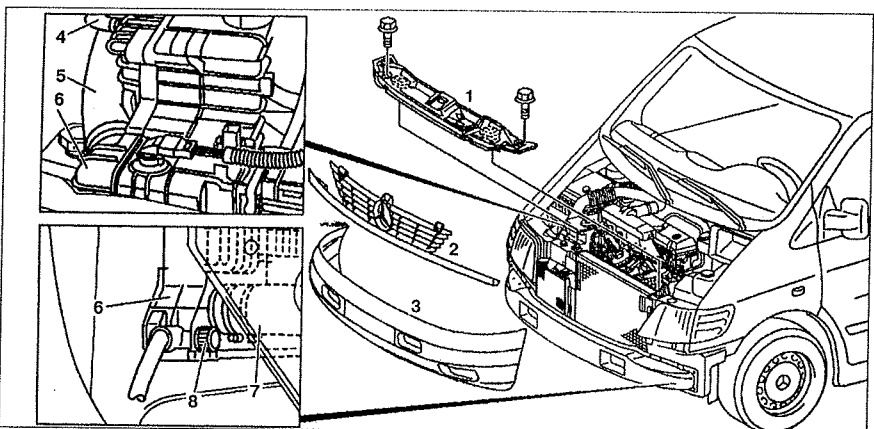

Рис. 4.32. Радиатор:
4. Снимите верхнюю поперечную балку 1 (см.рис.4.32).